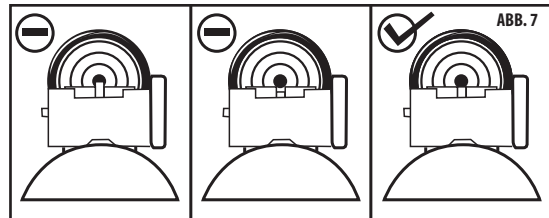

ABB. 7
- Anhebung wird mittels des hinteren Visier-Anhebers eingestellt, das sich auf der hinteren Kimmenbasis befindet. Drehen Sie das Rad gegen den Uhrzeigersinn, damit das Geschoss im Ziel höher trifft, und drehen Sie das Rad im Uhrzeigersinn, damit das Geschoss im Ziel niedriger trifft. (Abb. 7)
- Abdrift wird eingestellt, indem das Abdrift Rad gedreht wird, das sich auf der rechten Seite der Kimme befindet. Drehen Sie das Rad gegen den Uhrzeigersinn, damit das Geschoss das Ziel links trifft, und drehen Sie das Rad im Uhrzeigersinn, damit das Geschoss das Ziel rechts trifft. (Abb. 7)